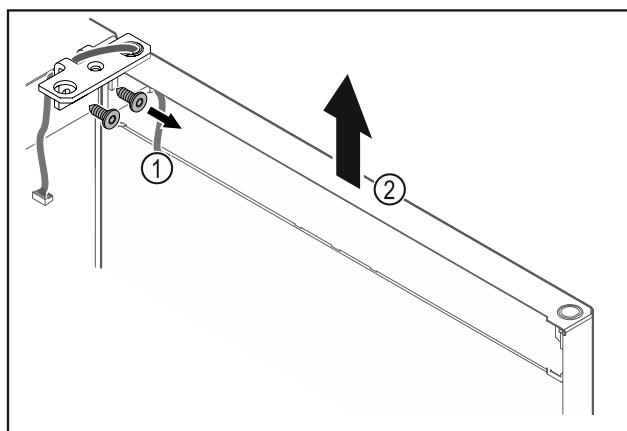

Fig. 23
► Deșurubați Fig. 23 (1) colțarul balamalei.
► Ridicați ușa inclusiv colțarul balamalei Fig. 23 (2) aproximativ 200 mm drept în sus și detașați-o.